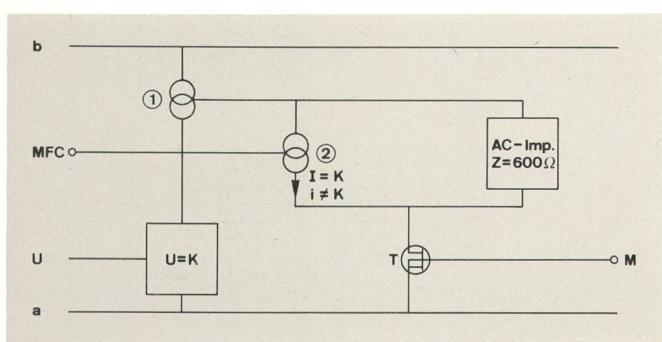

Fig. 13
Le principe de la sélection avec signal associé dans les appareils standard à fonctions supplémentaires est représenté à la *figure 13*.
La source de courant ② stabilise le courant I à environ 0,5 mA continu. L'amplificateur ① multiplie ce courant par 10 et le transmet sur la ligne. Le courant continu a donc une valeur constante d'environ 5 mA ou, exprimé d'autre manière, la résistance de l'appareil a une valeur de plus de 6 kohms. Le courant de 5 mA est converti en une tension constante « U » destinée à alimenter le reste du circuit. La source de courant ② peut être modulée. Un générateur de fréquences usuel fournit le signal nécessaire. La combinaison de résistances placée en parallèle sur la source de courant ② forme une impédance $Z \approx 600$ ohms pour la bande de fréquences de conversation. Le circuit selon figure 13 n'est utilisé que pour la sélection à fréquences avec signal associé. L'interface est déclenchée à l'aide du commutateur T lorsque l'appareil est programmé pour un autre système de sélection.